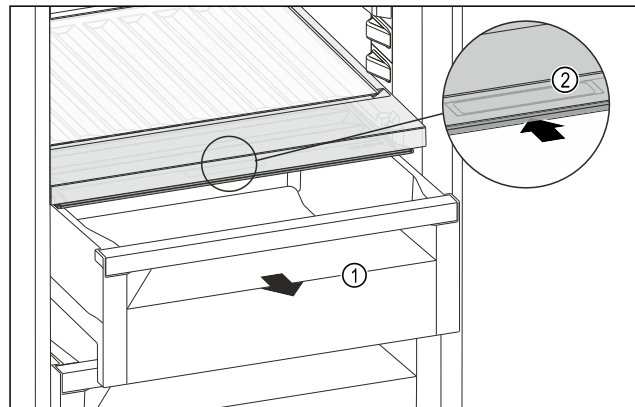

Fig. 141
- ▶ Schubfach Fig. 141 (1) herausziehen.
- ▶ Griffmulde Fig. 141 (2) am Fachdeckel anfassen und Fachdeckel gleichzeitig nach hinten schieben.